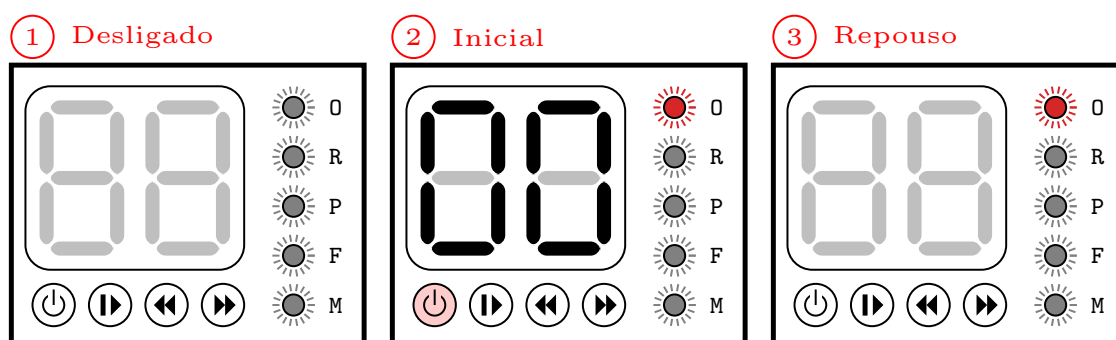

Figura 3: Infográfico do procedimento para repouso por tempo de inatividade
O infográfico da Figura 3 apresenta o detalhamento do procedimento para repouso por tempo de inatividade. Estando na tela desligado (1), o usuário deverá pressionar o botão ON (2), para que os displays apresentem o valor total de mensagens na memória interna. O led O será acionado indicando que o circuito integrado está ativo. (3) após um minuto de inatividade (nenhum *pushbuttons* pressionado) o display é desligado.